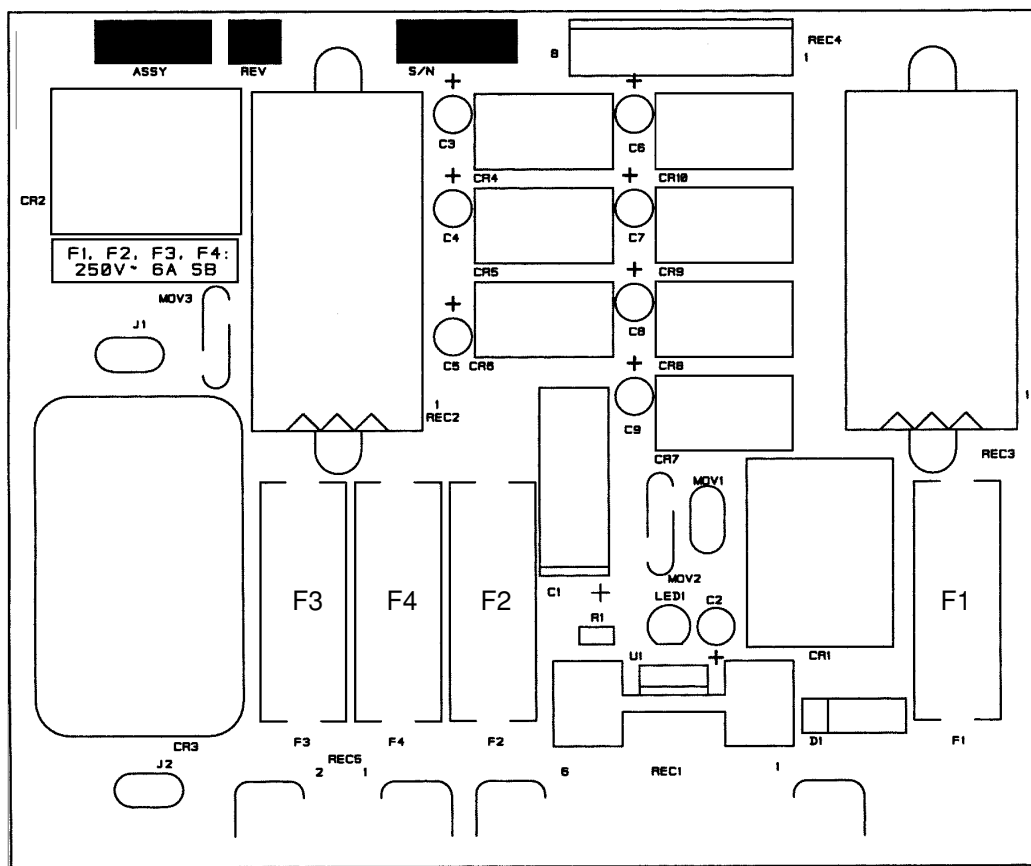

Figura 8-2 Tablilla de distribución de potencia PCB1
6. Mida el voltaje en la tablilla de distribución de potencia PCB1. Refiérase a la Figura 8-2 para más detalles del PCB1. Mire a los fusibles de la tablilla F1-F4. Las mediciones entre cada fusible y la tierra en el chasis deberían ser como siguen:
1. El botón de oprimir verde PB1 POWER ON está presionado, pero los ventiladores no están operando y el indicador verde de POWER ON no se ilumina.	<div>1.1. El botón de oprimir verde PB1 POWER ON (1) está defectuoso. Verifique que el interruptor esté operando correctamente, y que esté haciendo buen contacto. El interruptor POWER ON está normalmente abierto.</div> <div>1.2. El botón rojo PB2 POWER OFF (0) está defectuoso. Chequee que el interruptor esté operando correctamente, y que haga buen contacto. El interruptor POWER OFF está normalmente cerrado.</div> <div>1.3. El cableado asociado no está haciendo buen contacto. Verifique el cableado y repárelo o reemplácelo si fuera necesario.</div>
2. El botón de oprimir verde PB1 POWER ON está presionado, el indicador POWER ON se ilumina, pero los ventiladores no están funcionando.	<div>2.1. El CR2 en la tablilla de distribución de potencia está defectuoso. Verifique que CR2 funciona cuando se oprima el botón POWER ON. Véase la Figura 8-2 para la ubicación de CR2. Si CR2 está defectuoso, reemplace PCB1.</div> <div>2.2. El conector de la tablilla de distribución de potencia no está bien asentado. Verifique las patillas, conectores y el cableado asociado para ver que haya buena continuidad. Repare o reemplace, si fuera necesario.</div>
3. El botón de oprimir verde PB1 POWER ON está presionado, los ventiladores están operando, pero el indicador verde de POWER ON no se ilumina.	<p>3.1. No se sostuvo presionado por suficiente periodo de tiempo al botón de oprimir PB1. Presione y sostenga PB1 por un mínimo de 5 segundos.</p> <p>3.2. El relevador CR1 en la tablilla de distribución de potencia está defectuoso. Chequee que CR1 funciona cuando se presione el botón POWER ON. Vea la Figura 8-2 para la ubicación de CR1. Si CR1 está defectuoso, reemplace PCB1.</p> <p>3.3. Uno o más de los indicadores luminosos de estado se quedan iluminados, indicando una condición de falla. Para buscar las averías en las condiciones de falla de ESTADO, véase Búsqueda de averías en los indicadores luminosos de estado más adelante en esta sección.</p>